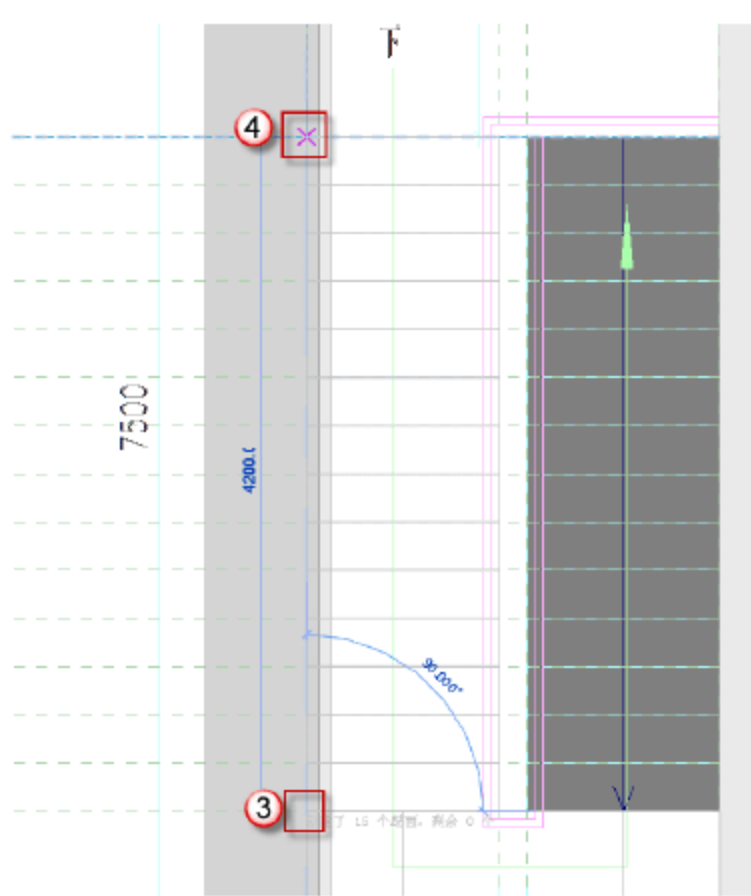
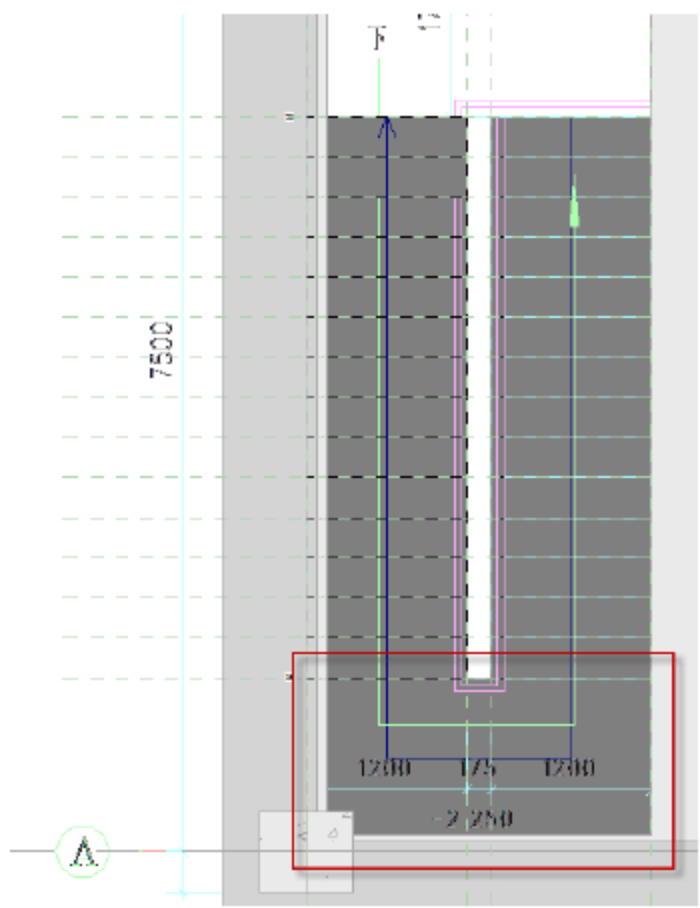
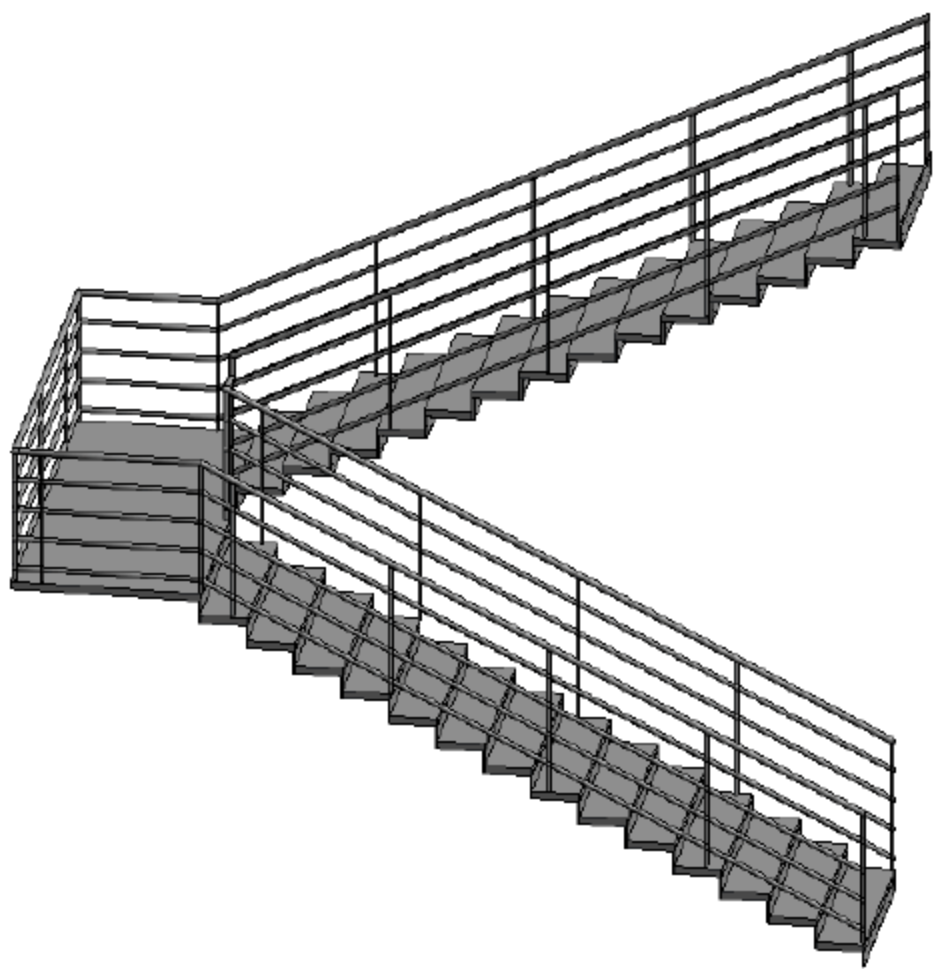

图 11.2.19 绘制第二梯段
图 11.2.20 绘制完成效果
图 11.2.21 楼梯三维效果
(15) 绘制楼梯第二梯段。捕捉到楼梯梯段的起始点“3”，沿竖直方向参照线向上绘制至梯段的终点“4”点，如图 11.2.19 所示。第二梯段绘制完成后会自动生成休息平台，然后单击项目选项卡中的√按钮，即完成绘制。绘制完成效果如图 11.2.20 所示。完成后楼梯的三维效果如图 11.2.21 所示。